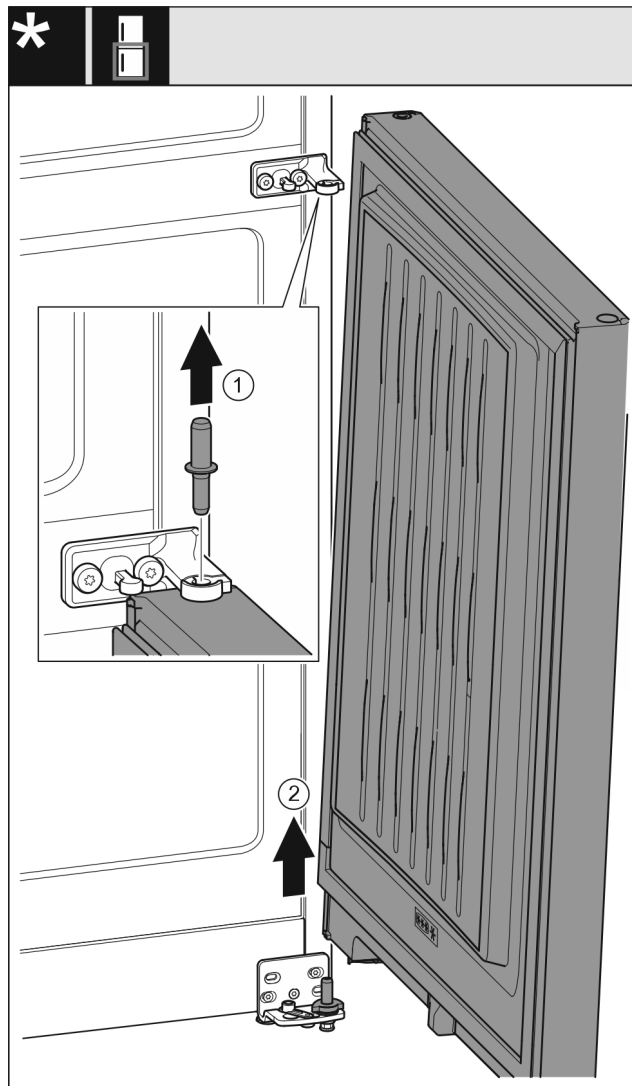

Fig. 31 Bez durvju amortizatora*
- Izvelciet ārā tapu Fig. 31 (1) uz augšu.*
- Atvirziet durvis Fig. 31 (2), pavelciet uz augšu un novietojiet malā.*